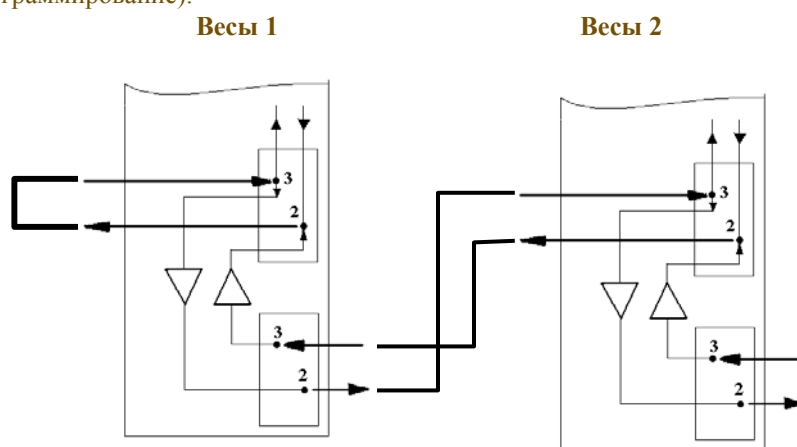

Рис. 3. Структурная схема соединений весов при проверке интерфейса.
3.1. Соберите цепочку из двух весов как показано на рис.3. Установите переключку между контактами 3 и 2 на верхнем интерфейсном разъёме весов 1. Соедините кабелем, предназначенным для связи между весами при переносе параметров с одних весов на другие, нижний интерфейсный разъём весов 1 с верхним интерфейсным разъёмом весов 2. Схема кабеля приведена в Приложении 4 "Руководства по эксплуатации".